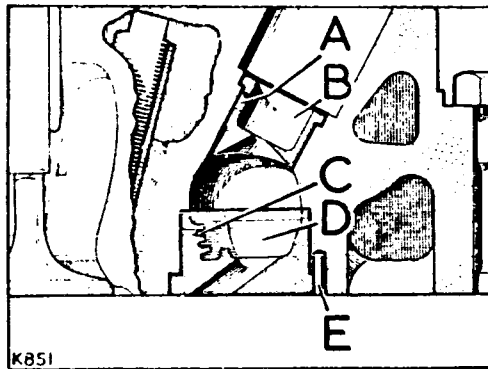

Fig. A4-85.- Sección transversal del apoyo del inyector y precámara de combustión.
- 5.1.- Para extraer la precámara de combustión se utilizará un botador de metal blando, que se introduce a través del apoyo de inyector (B) (Fig. A4-85), golpeándose la precámara de combustión desde el interior. La precámara será desechada y en la operación se pondrá el máximo cuidado para no deteriorar el apoyo del inyector. Si es éste el que hay que sustituir, se empujará con un botador de cabeza redonda.
- 5.4.- La precámara (D) (Fig. A4-85) puede montarse golpeándola suavemente hasta que encaje en su alojamiento, con un mazo de plástico. Una vez instalada debe verificarse el montaje con un micrómetro de esfera, para asegurarse que no sobresale de la superficie de aquellas más de 0,01" (0,025 mm.) y que no queda por debajo de la superficie de aquella más de 0,002" (0,05 mm.)